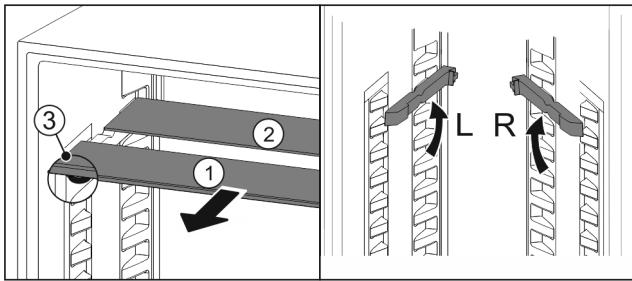

Fig. 91
- Пусніть Fig. 91 (1) скляну панель вперед.
- Скляна панель Fig. 91 (1) з декоративною планкою лежить спереду.
- Стопори Fig. 91 (3) показують вниз.